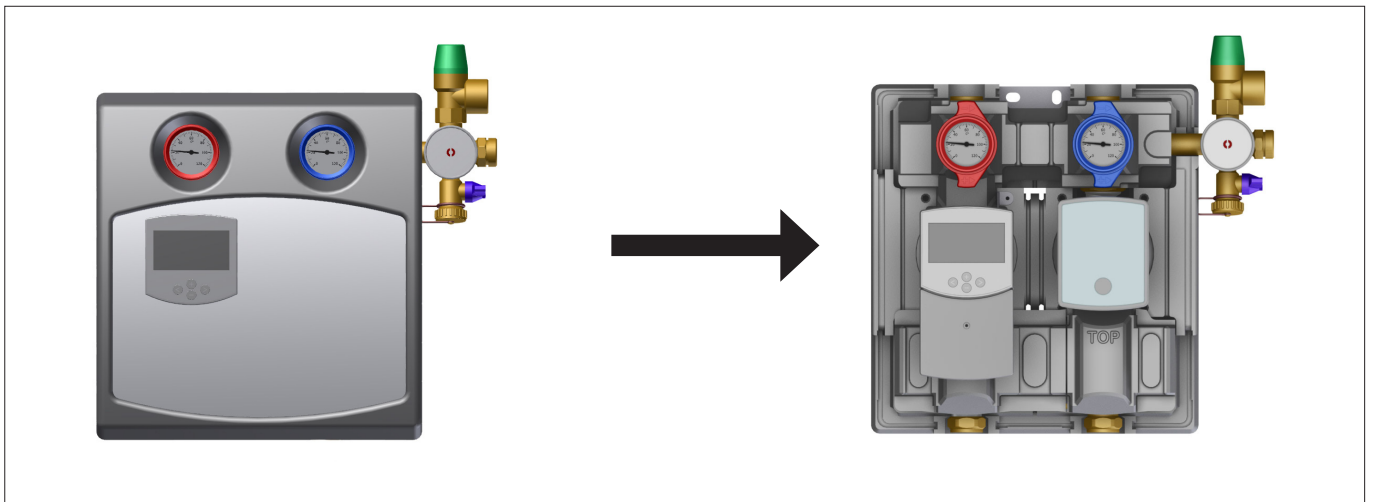

Fig. 4: Desmontaje de la carcasa (ilustración ref. al mod. 8130 + controlador)
- Desmontar la carcasa anterior de la estación solar (vea Fig. 4 en página 10).